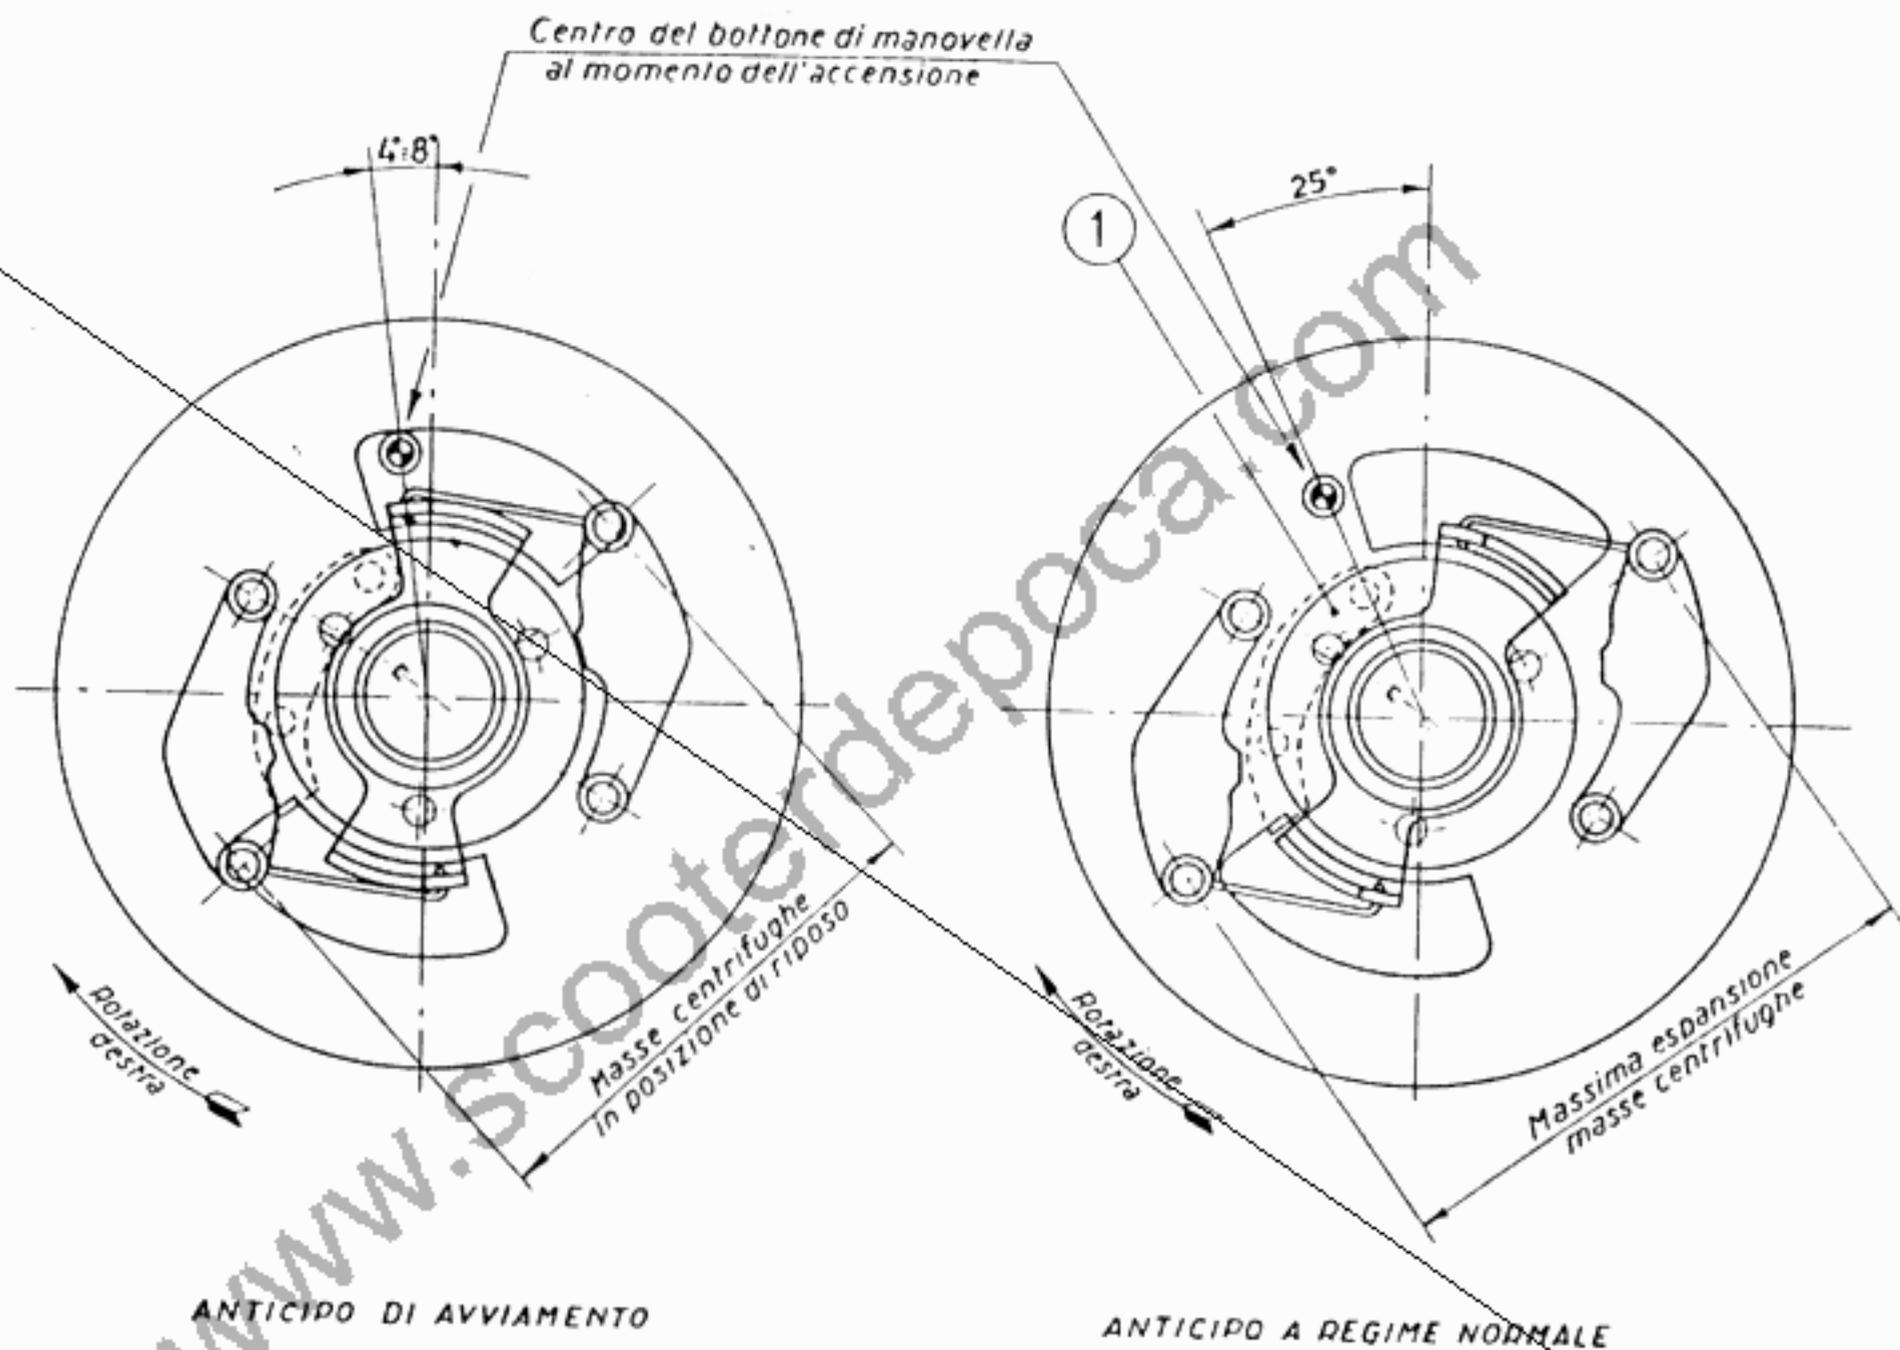

Fig. 68 - Funzionamento Volano NASSETTI
Il tipo NASSETTI (vedi fig. 68) invece è costruito in maniera che le guancette sagomate aderendo al diametro esterno del mozzetto determinano il limite di rotazione per anticipo di avviamento; la posizione di anticipo per regime normale di marcia è invece fissata da una squadretta (1) posta nella parte interna del volano che fa da fermo al piano posteriore di una delle alette della camma.